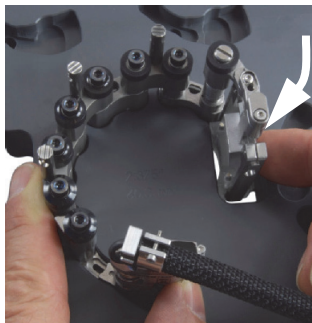

Figura 2-16 Girar o suporte da sonda para definir a posição para diâmetros externos maiores que 33,4 mm
8. Para configurações de tubos com diâmetros externos maiores que 33,4 mm, gire o suporte da sonda para dentro até que o calço toque a borda interna da parte do orifício do modelo (veja Figura 2-16 na página 45).